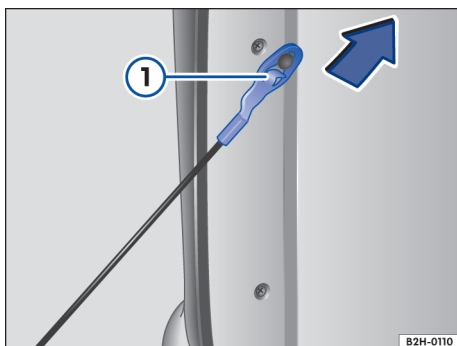

Fig. 61 Desenganchar el cable de sujeción de la compuerta de carga.
4. Tire del cable de sujeción hacia arriba, en el sentido de la flecha y hasta el tope, y desengánchelo → fig. 61.
4. Tire del cable en el sentido contrario al de la flecha, hasta el tope → fig. 61.